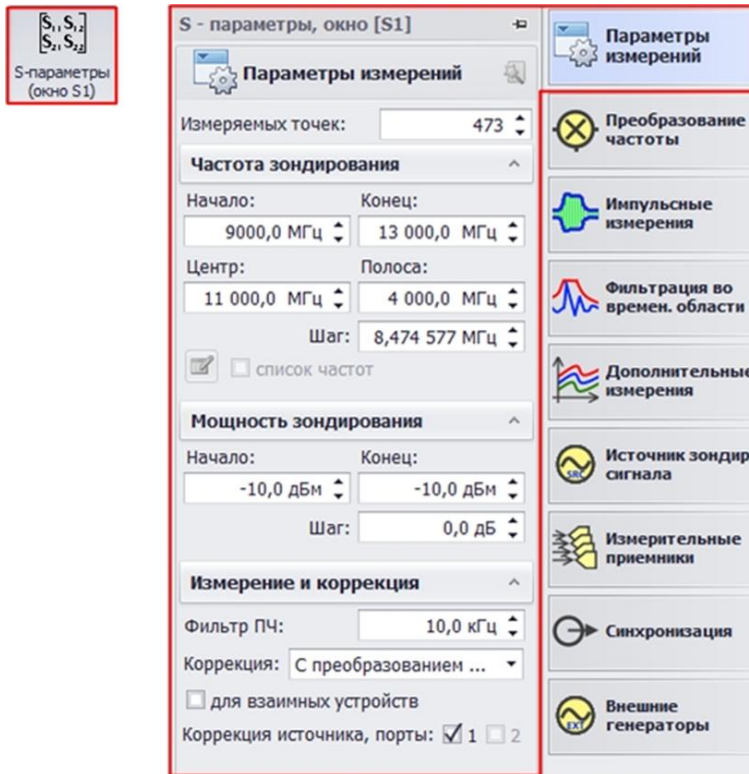

Рис. 19. Настройка параметров измерения
6. Выберите измерительное окно «S – параметры (окно S1)». Задайте параметры измерения. Частотный диапазон 9...13 ГГц, мощность зондирования -10 дБм (рис. 19);